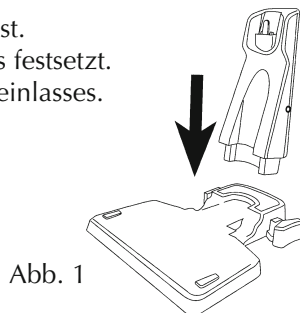

Abb. 1
1. Verbinden Sie Ladeteil und Ladestation. (Abb. 1)